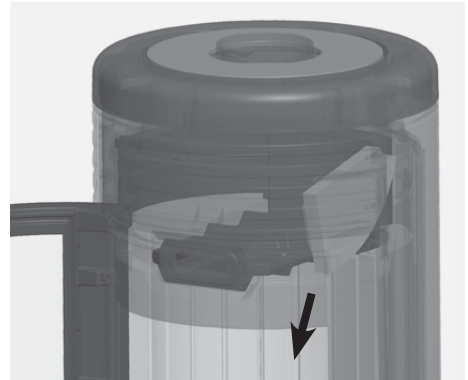

Abb. 4.37 Umlenksteine herausnehmen
- nehmen Sie die Umlenksteine nach unten über den Brennraum aus dem Gerät (siehe Abb. 4.37).